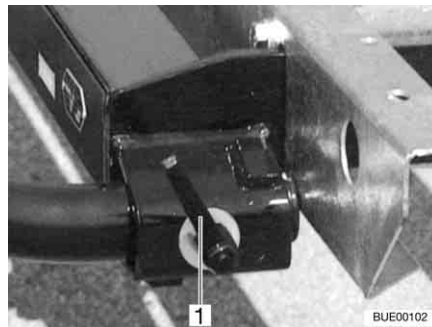

Bild 7 Snabblås
- Sätt i hållaren till vänster och höger i fästena i ramen och säkra med ett snabblås (Bild 7,1).
- Lås upp snabblåset (Bild 7,1) och ta av hållaren ur fästena i ramen.